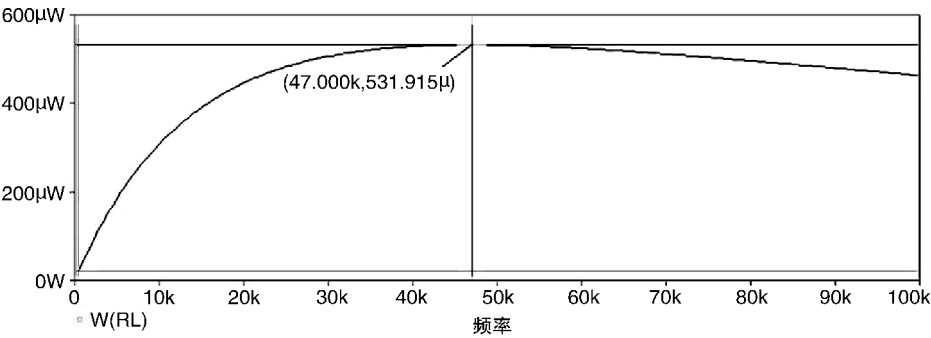

图 5.16 负载电阻变化时其功耗随曲线
13. 当光标置于曲线最大值处，选择菜单 **Plot > Label > Mark** 或者单击图标或，如图 5.16 所示，该点的坐标值 (47k, 531.915μW)[⊖]将显示出来。